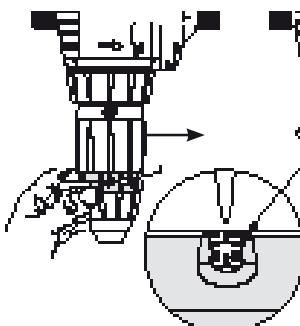

Fig. 9
- Sluit de kraan aan de inlaatzijde en laat de drukwegvallen (**Fig. 9**).